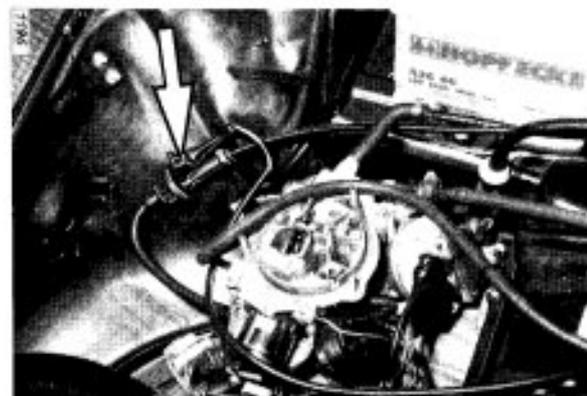

Bild 31
- Ventil (Pfeil, Bild 31) muß ständig klicken.